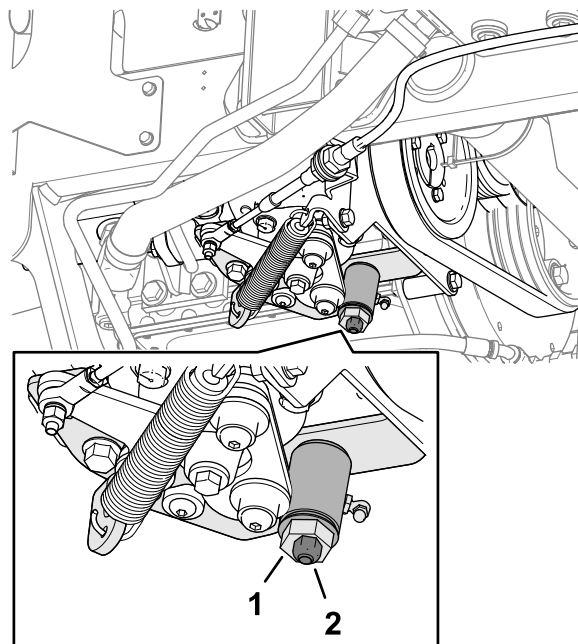

Figura 72
3. Serrate il dado di bloccaggio sulla camma di regolazione della trazione. (Figura 72).